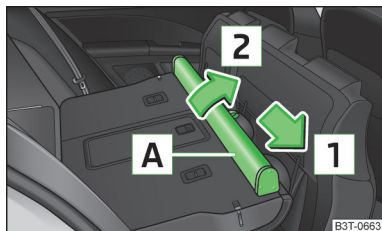

Fig. 105
- > Împingeți carcasa **A** în sensul săgeții **1** și scoateți-o din elementele de prindere ale scaunului din spate, în sensul săgeții **2** » fig. 105.
- > Introduceți degajările carcasei **A** » fig. 105 în elementele de prindere din spătarul scaunului din spate.